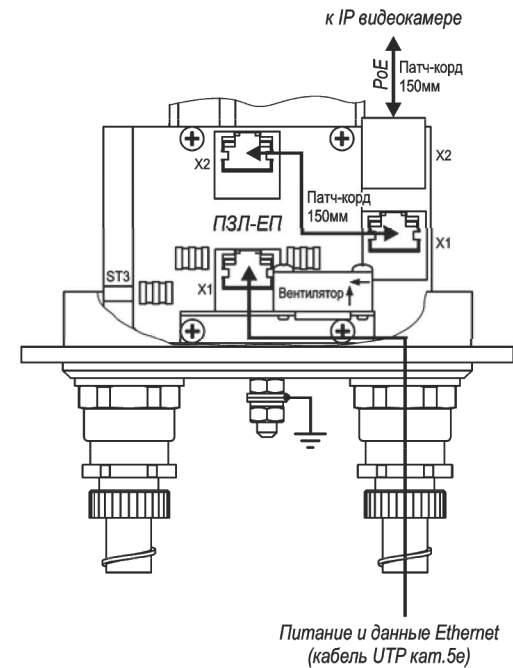

Рис.4 Подключение ТГБ-8Г Ex PoE+ с платой П3Л-ЕП
- При использовании платы ПЗЛ-ЕП внешний кабель UTP кат.5е подключить к разъёму X1 платы ПЗЛ-ЕП (рис.4), а разъем X2 платы ПЗЛ-ЕП соединить патч-кордом с разъемом X1 платы сплиттера.